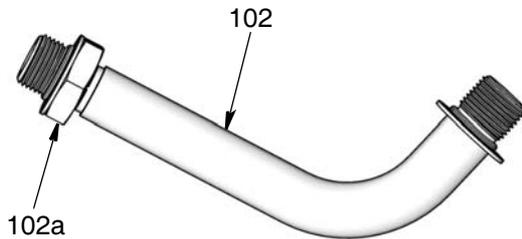

ABB. 4
4. Die Verlängerung (102) am Dosiergerät anbringen:
- a. Die Verlängerungsmutter (102a) lösen (ABB. 4), bis sie sich vollständig vom Rohrgewinde gelöst hat.